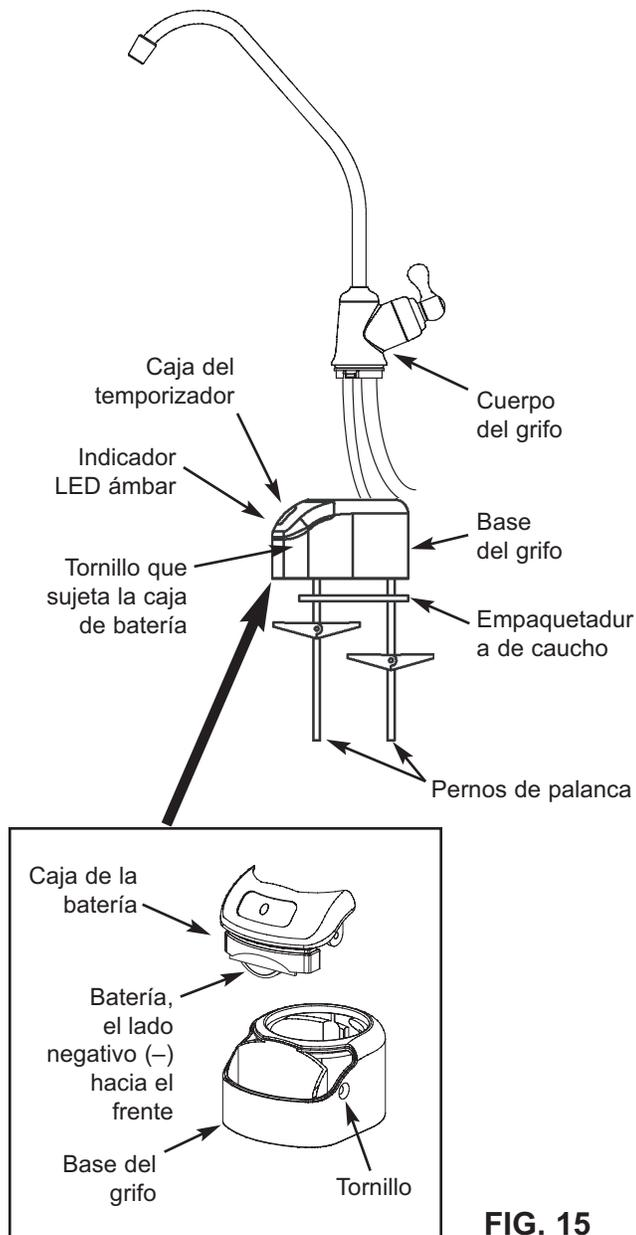

FIG. 15
1. Ubique y organice las piezas para instalar el grifo de ósmosis inversa. Vea la Fig. 15.
2. Desde el frente de la base del grifo, empuje hacia arriba la caja de la batería hasta que se desprenda de la base del grifo. Vea la Fig. 15.
5. Vuelva a instalar la caja de la batería y apriete firmemente el tornillo de montaje. Vea la Fig. 15.
Electrónica del grifo: Dentro de la base del grifo hay un temporizador a batería para 6 meses. Vea la Fig. 15. Hay un indicador LED de color ámbar en la parte delantera de la base del grifo. Dicho indicador LED destellará continuamente cuando hayan transcurrido 6 meses. Esto indica que ya es tiempo de reemplazar la batería, el prefiltro y posfiltro.